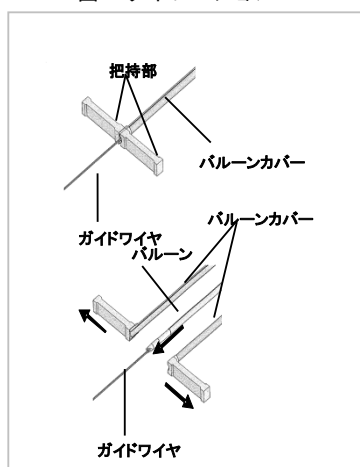
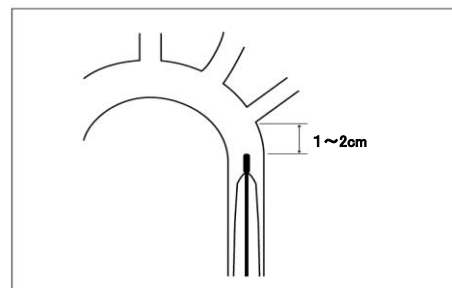
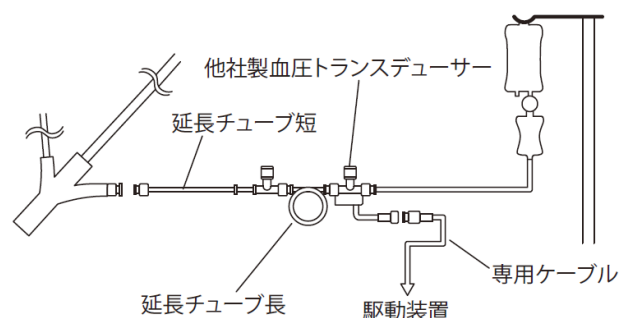

図3. バルーンカバー
図4. バルーン先端位置
図5. 血圧モニタリング接続**
(12) IAB カテーテルのセントラルルーメン先端にガイドワイヤを挿入し、体内に挿入する。(図3 参照)	(12) ガイドワイヤを胸部大動脈内まで進める。IAB カテーテルのセントラルルーメン先端にガイドワイヤを挿入する。
(13) IAB カテーテル体内挿入直前に、バルーンカバーの先端把持部を持ってゆっくりと裂く。(図3 参照)	(13) IAB カテーテル体内挿入直前に、バルーンカバーの先端把持部を持ってゆっくりと裂き IAB カテーテルをシースに挿入する。(図3 参照)
(14) IAB カテーテルの挿入部に近いところをやさしくつまみながら、ガイドワイヤに沿って IAB カテーテルを進める。IAB カテーテルのキックを防止するため、IAB カテーテルの挿入が完了するまで挿入部から 2~3cm 以内のところをつかみ短いストロークで挿入する。	(14) バルーン部がシースを通過したら、分岐部のルアーロックからガイドワイヤが出てくるまで、ガイドワイヤに沿って、IAB カテーテルを進める。IAB カテーテルのキックを防止するため、IAB カテーテル挿入が完了するまで挿入部から 2~3cm 以内のところをつかみ短いストロークで挿入する。
(15) X 線透視下でガイドワイヤ先端とバルーン先端を確認しながら、ガイドワイヤに沿って IAB カテーテルを進めバルーンの先端を大動脈弓部の直下に位置させる。(図4 参照)
(16) 手順(17) に進む。	(16) バルーン部が全てシースから出たことを以下の要領で確認する。IAB カテーテルの深度マーカ (バルーンに一番近い巾広のマーカ、またはそれ以降のマーカ) がシース内に入っていること。
(17) IAB カテーテルの位置を決めたら、ガイドワイヤを抜去する。
(18) 三方活栓と血圧モニタリングラインを IAB カテーテルのセントラルルーメン後端に接続する。血液を約 3mL 程吸引した後、IAB カテーテルのセントラルルーメンを約 3~5mL 程の滅菌生理食塩水でフラッシュする。
(19) 標準的な持続注入機構の付いた圧力モニタリングセットと、血圧モニタリングラインを接続する。(図5 参照)